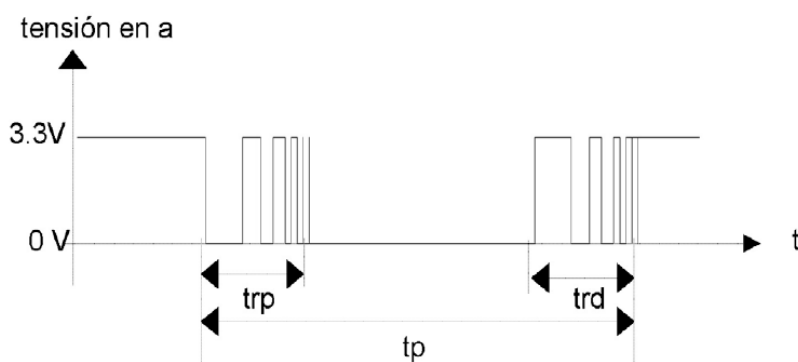

Fig. 2 Respuesta eléctrica de un pulsador
Paso 5: Eliminación de los rebotes en los pulsadores. Para poder jugar al Sudoku, vamos a utilizar los pulsadores de la placa. Dado que son dispositivos mecánicos reales, al tocarlos producen una señal oscilante (como ilustra la Fig. 2), que en argot se denominan rebotes. Usando la pila de depuración podremos observar cuántas veces se ha entrado en cada rutina de interrupción, saber si hay o no rebotes, y cuándo se producen (deberéis mantener un código de test para mostrar esta parte al profesor en cualquier momento, o poder probar los tiempos en cada placa nueva).